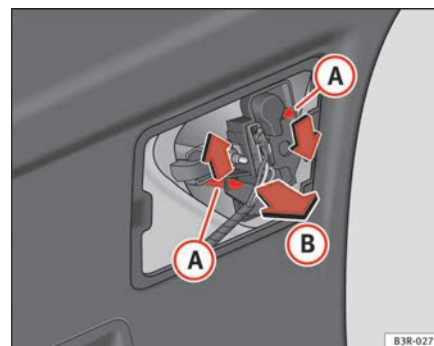

Fig. 228 Smontaggio del supporto lampade ▶
- Fare pressione sulle linguette ③ ⇒ pag. 287, fig. 228 nel senso indicato dalle frecce ed estrarre il portalampada nel senso indicato dalla freccia ④.